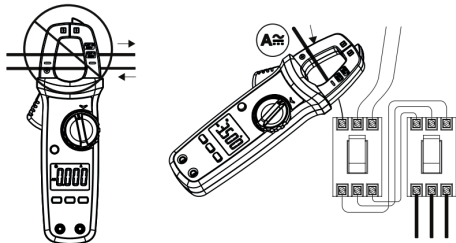

Рисунок 2
1. Измерение переменного/постоянного тока (рисунок 2)